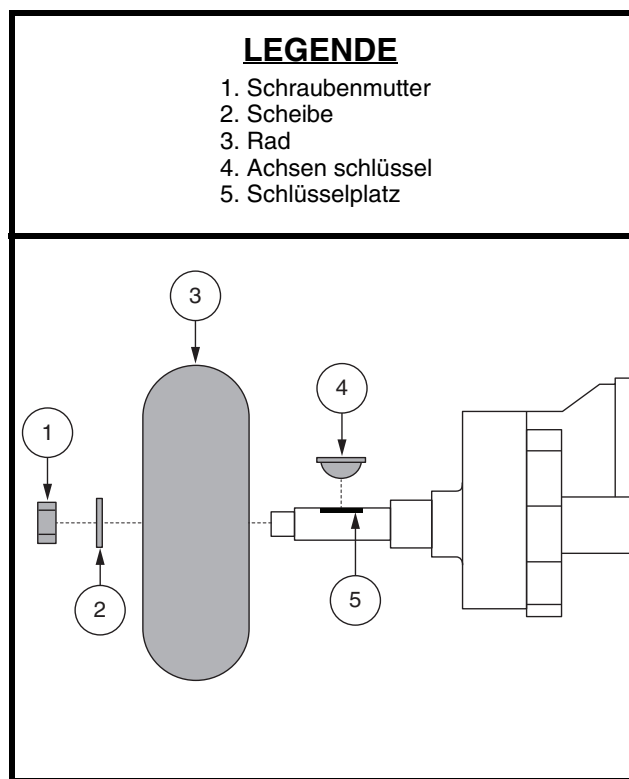

Abb. 28. Reifenradenthebung
3. Entfernen Sie die Schraubenmutter und Unterlegscheibe des Antriebsrades von der Radnabe. **Siehe Abb. 28.**